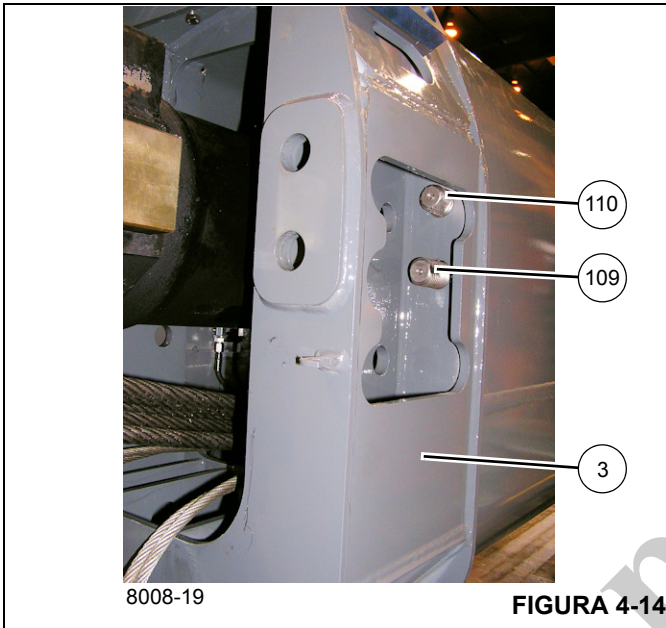

FIGURA 4-14
45. Enrolle los cuatro cables de retracción de la sección telescópica 3 (65) y colóquelos en la parte superior del cilindro telescópico (6).
46. Retire los dos cables de extensión de la sección telescópica 4 (109, 110) de los agujeros en la parte trasera de la sección telescópica 2 (3) (lados izquierdo y derecho) (vea la Figura 4-14).